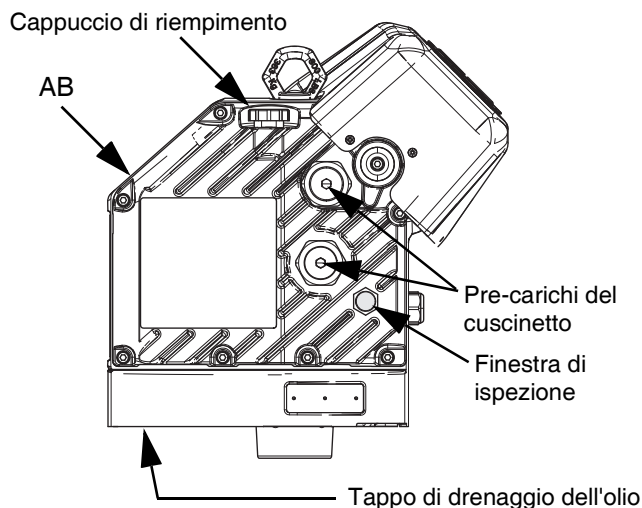

Fig. 32: Finestra di ispezione e tappo di riempimento dell'olio
3. Rimuovere il tappo di drenaggio dell'olio. Vedere FIG. 32 per la posizione del tappo di drenaggio. Lasciare fuoriuscire tutto l'olio dall'unità di azionamento (AB).
Vedere la FIG. 32 sotto. Controllare regolarmente il livello dell'olio nella finestra di ispezione. Il livello dell'olio deve avvicinarsi al punto centrale della finestra di ispezione quando l'unità di azionamento (AB) non è in funzione. Se il livello dell'olio è basso, aprire il cappuccio di riempimento e aggiungere olio sintetico per ingranaggi privo di silicone EP ISO 220 (codice Graco 16W645).